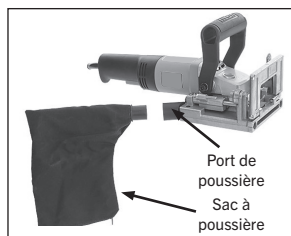

Fig. 7 : Installation d'un sac à poussière dans le port à poussière
1. Poussez l'extrémité en plastique du sac à poussière dans le port à poussière, comme illustré à la figure 7.